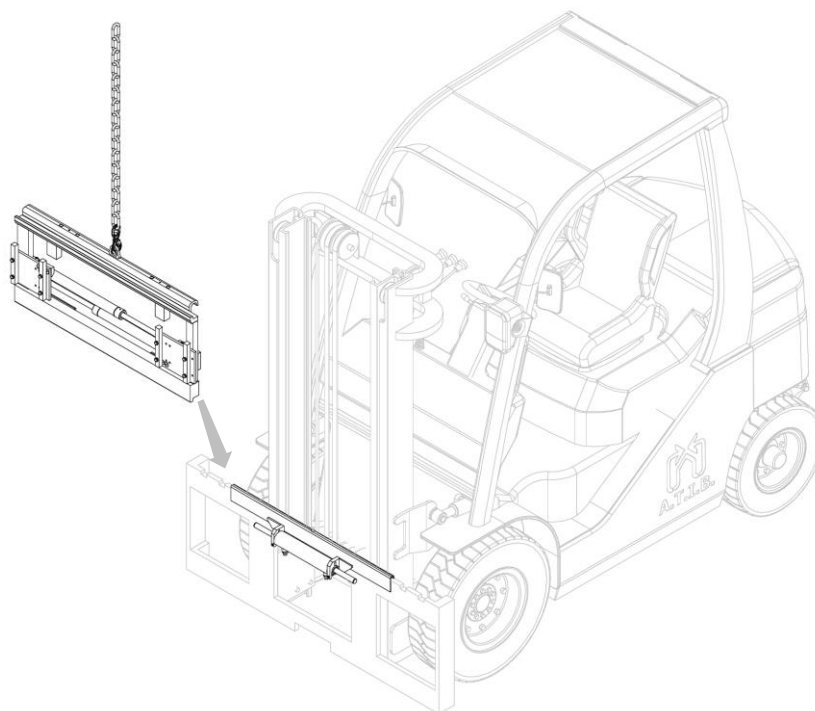

Figura 8
7. Agganciare quindi l'attrezzatura dal punto presa superiore e con un carroponte o un paranco di portata sufficiente posizionarla sul doppio gancio, avendo cura di posizionarla in modo corretto (vedi *Figura 8*).